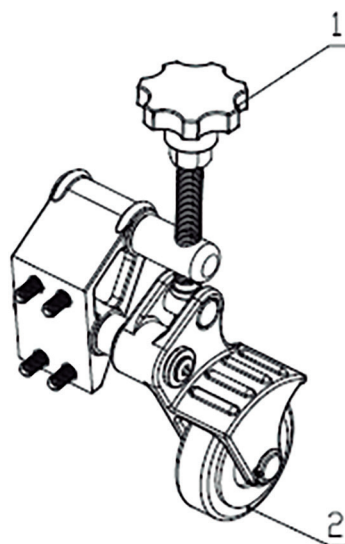

Figura 5
- Ao ranhurar um tubo de 3" ou mais, utilize a unidade estabilizadora, conforme **Figura 5**.
6. Ligue a máquina e verifique se o tubo está girando suavemente. Para tubos de 3" ou mais, é indicado utilizar a unidade estabilizadora (**Figura 5**);